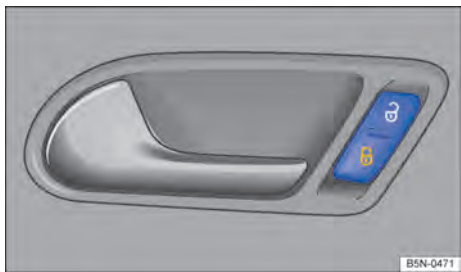

Fig. 28 Na porta do condutor: botão do travamento central.
Se for o caso, o veículo é travado automaticamente a partir de uma velocidade de 15 km/h (10 mph) ⇒ Página 29. Se o veículo estiver travado, a luz de controle  no botão do travamento central ⇒ Fig. 28, irá se acender em amarelo.
Se os botões da chave do veículo ⇒ Fig. 26 ou ⇒ Fig. 27 ou um dos botões do travamento central ⇒ Fig. 28 forem acionados repetidas vezes em um curto espaço de tempo, ocorrerá um desligamento temporário do travamento central para proteção contra sobrecarga. Então, o veículo permanecerá destravado por aproximadamente 30 segundos. Se durante esse tempo nenhuma porta do veículo, nem a tampa traseira for aberta, o veículo será travado automaticamente.
Pressionar o botão ⇒ Fig. 28:
- A luz de controle  no botão vai se acender em amarelo ⇒ Fig. 28, se todas as portas e a tampa traseira estiverem travadas.
- O botão  é pressionado ⇒ Fig. 28.